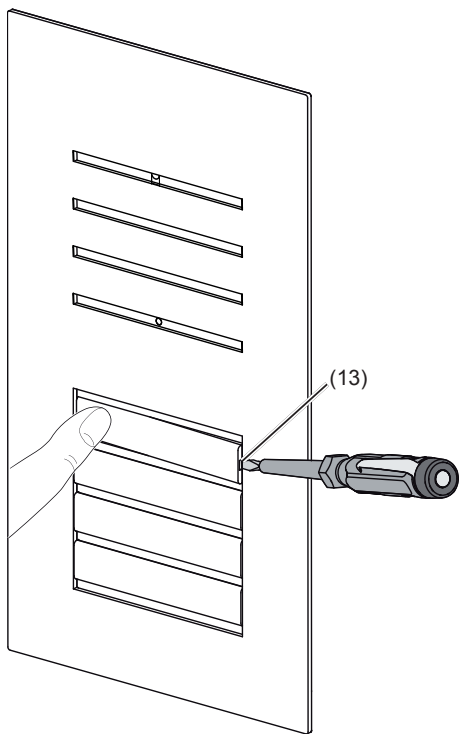

Bild 3: Namensschild Wechsel
- Schraubendreher in der Hebelöffnung (13) ansetzen und Arretierung lösen (Bild 3).